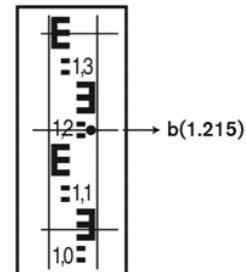

图4
3. 将水准尺以垂直的方式竖立于B点，将仪器发射出的激光点调至最小并移到水准尺中央，记录下激光点在水准尺所在位置的刻度b（图4）。